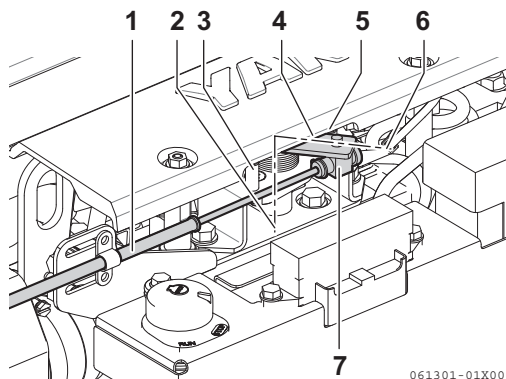

Figure 7
1. Per regolare, allentare la vite di regolazione (**Figure 7, (7)**) del cavo di controllo a distanza e regolare.
2. Regolare per prima la posizione di arresto bassa velocità (**Figure 7, (6)**), quindi regolare la posizione di arresto alta velocità (**Figure 7, (2)**), con la vite di regolazione sulla leva del comando a distanza (**Figure 7, (4)**).